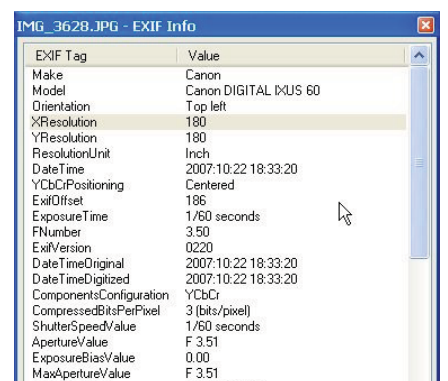

Abb. 8-3: Anzeige von EXIF-Daten
- fehlen bei Digitalfotos, die unmittelbar von der Digitalkamera eingelesen werden; sie können aber aus den EXIF-Daten entnommen werden (Abb. 8-3).
- Eine ohne Angabe der Auflösung angezeigte Druckgröße beruht entweder auf der Standard-Bildschirmauflösung von 72dpi oder auf der in den EXIF-Daten gemachten Angabe (Abb. 8-3).